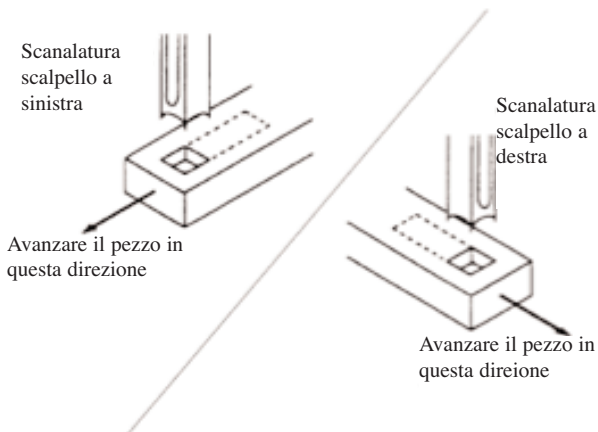

Fig. 6
5. Dopo il primo taglio bisogna per ogni taglio successivo avanzare il pezzo con il volantino a destra. La direzione dell'avanzamento deve essere tale, che permette libera evacuazione trucioli. Cioè, la fessura dello scalpello deve lasciare i trucioli verso il taglio già fatto sul pezzo. Vedi Fig. 6.